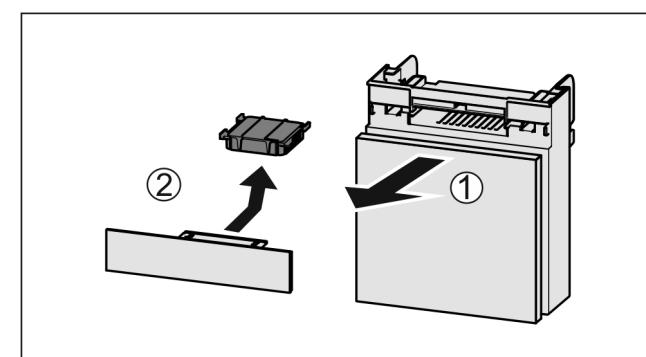

Fig. 137
- Vytiahnite zásuvku smerom dopredu Fig. 137 (1).
- Vyberte aktívny uhlíkový filter Fig. 137 (2).